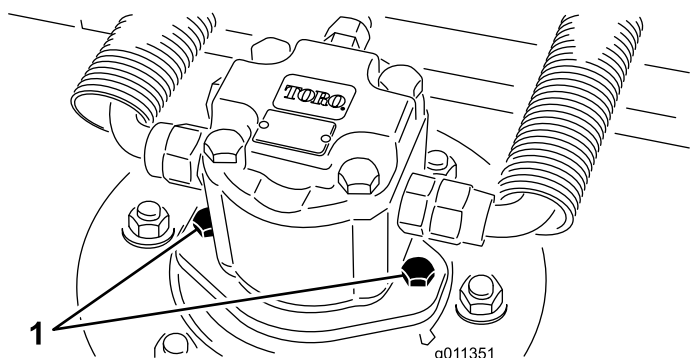

Figure 55
2. Débranchez et déposez le moteur hydraulique du plateau de coupe (Figure 55). Couvrez le dessus de l'axe pour éviter toute contamination.
4. Montez le moteur hydraulique sur le plateau de coupe (Figure 55). Vérifiez que le joint torique est en place et en bon état.